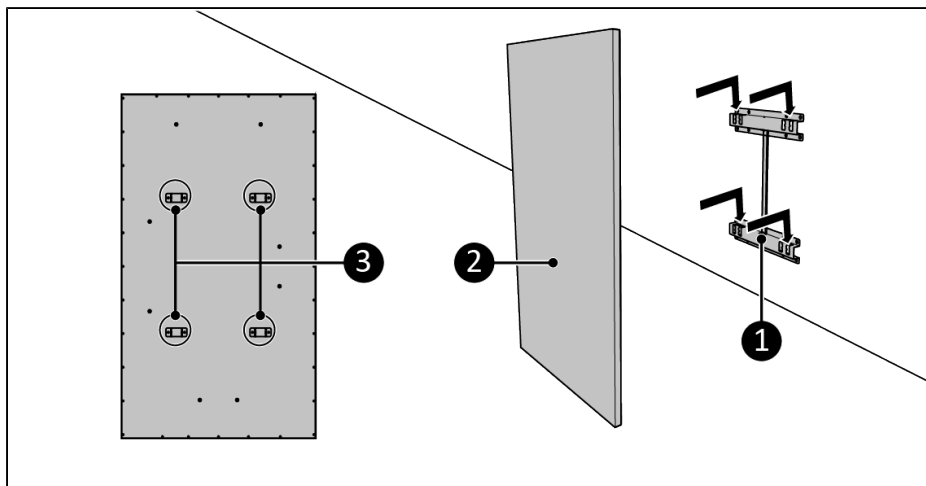

Figure 107.
5. Placera enhetsfästena (Figure 107, pos. 3) över väggfästet (Figure 107, pos. 1).
6. Låt enheten (Figure 107, pos. 2) glida in i öppningarna på väggfästet (Figure 107, pos. 1).